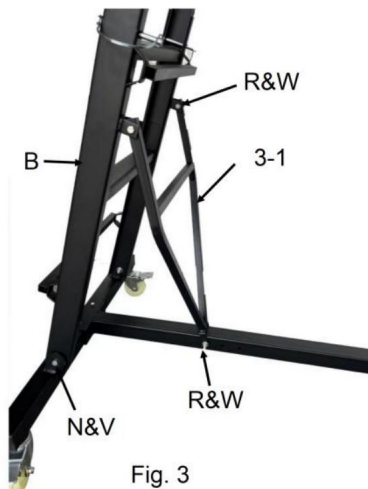

Fig. 3
3. Instale el conjunto de la escalera (B) insertando un perno del marco (N) a través de cada lado de la base de una tuerca de seguridad¹ (V). Gire el soporte angular de la escalera (Fig. 3 3-1) hacia los orificios de ajuste de altura (3-2). Asegúrese de que la barra transversal esté firmemente en su lugar.